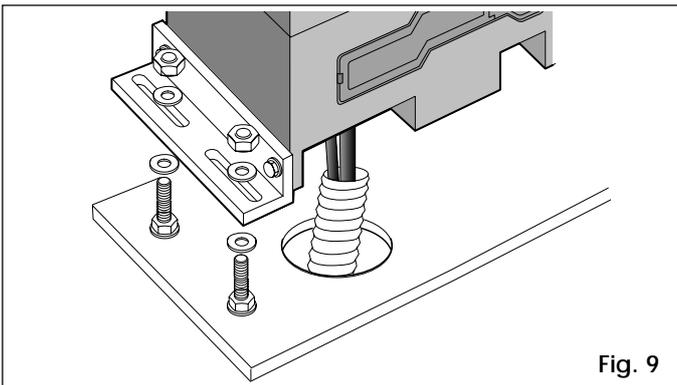
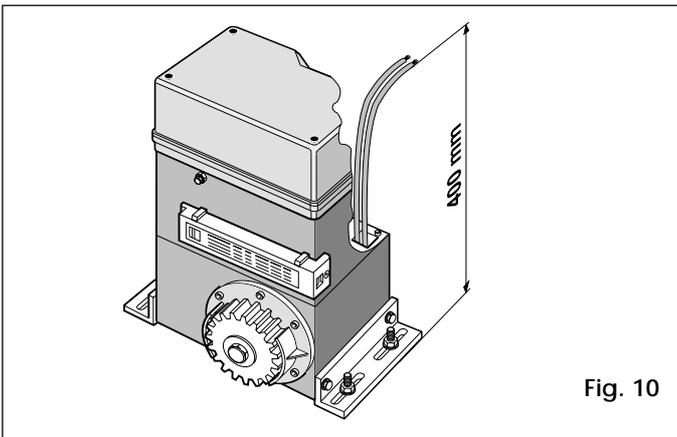

Fig. 9
Fig. 10
- 3) Colocar el actuador sobre la placa utilizando las arandelas y las tuercas como se ilustra en la fig. 9. Durante esta operación, pasar los cables por el conducto presente en el semicuerpo inferior del actuador (Fig. 10). Para acceder al equipo electrónico, pasar los cables a través de los agujeros correspondientes utilizando las grapas que se